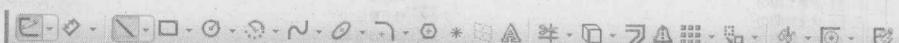

图 1-10 【草图】工具栏
- 【草图】工具栏。该工具栏提供了草图绘制有关的大部分功能，包括草绘实体、草图编辑等，如图 1-10 所示。